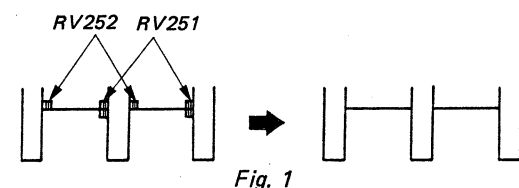

Fig. 1
2. Collegate un oscilloscopio allo spillo ③ del connettore BA-6.
4. Regolate RV251 e RV252 in modo che la forma d'onda sul connettore BA-6 pin 3 diventi come mostrato nella Fig. 1.